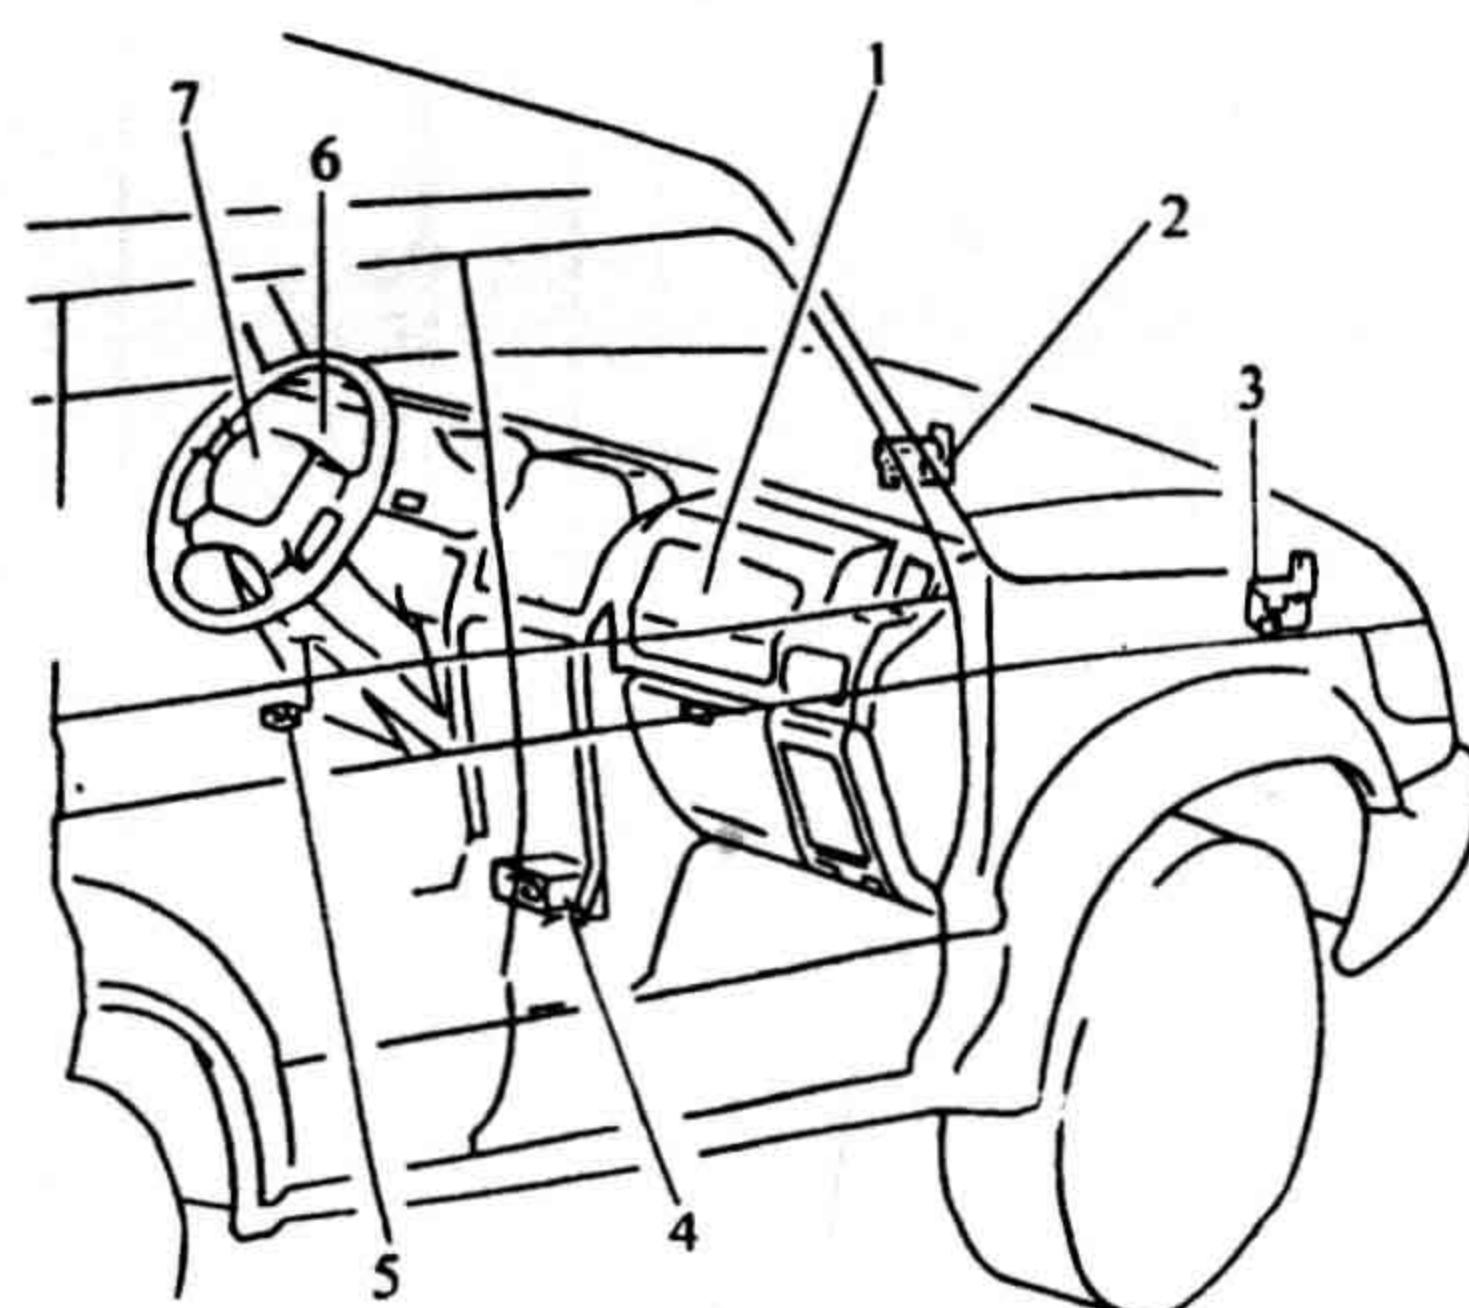

图 3-3-21 三菱 Montero 轿车 SRS 系统部件在车上的位置
三菱 Montero 轿车 SRS 系统由 SRS 警示灯、驾驶员侧安全气囊模块、乘员侧安全气囊模块、转向线盘、SRS 安全气囊控制单元 (ECU) 等组成。如图 3-3-21 所示。一个安全碰撞传感器和一个模拟式碰撞传感器包含在 SRS ECU 中。
(1) SRS 警示灯。当点火开关在接通或起动位置时，组合仪表板上的 SRS 警示灯应点亮约 7s 然后熄灭。这表明 SRS ECU 已检测到 SRS 工作正常。若 SRS 警示灯闪烁、或在所有时间内一直亮，或不能点亮，都表明 SRS 系统有故障。
(2) 前碰撞传感器。前碰撞传感器安装在汽车前部左右护板下面，如图 3-3-21 所示。碰撞传感器为惯性开关式，其结构和工作原理如前所述。
(3) 安全气囊模块。安全气囊装在安全气囊模块中，安全气囊模块装在转向盘中央。安全气囊内装有类似炸药的化学药品 (叠氮化钠等) 及引信，引信的电流由 SRS ECU 供给。当汽车发生碰撞事故时，撞碰传感器输出减速度信号给 SRS ECU，SRS ECU 判断减速度超过设定的限值时，则指令引信引爆，使化学药品燃烧。整个燃烧过程约在 0.05s 内完成，在 30ms 内使安全气囊完全充满气，冲开转向盘上的盖，在驾驶员